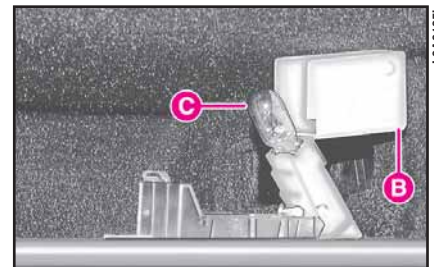

fig. 37
2) Appuyer sur les deux côtés de l'écran **B** (fig. 37) en correspondance des crochets de retenue et le tourner pour accéder à l'ampoule.